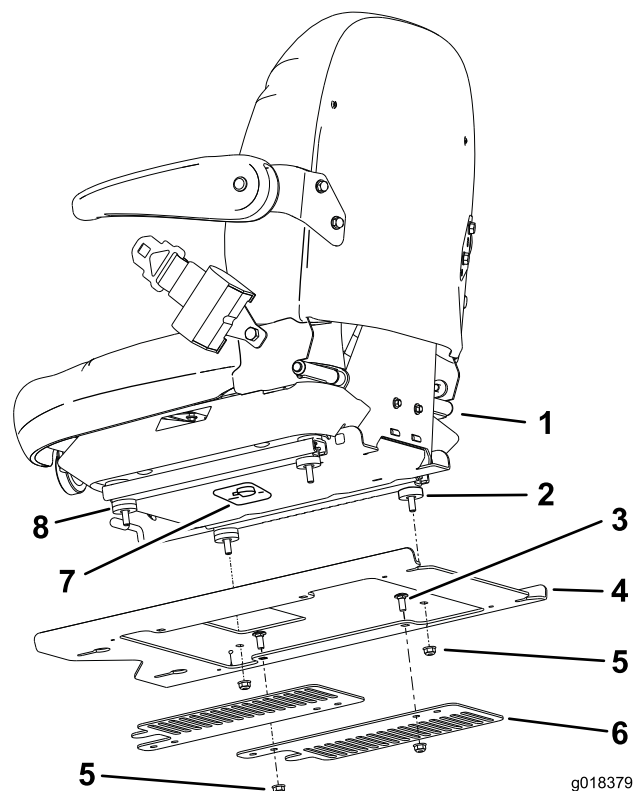

Figura 2
2. Fissate la piastra del sedile sul sedile stesso usando (4) dadi flangiati (5/16 poll.) (Figura 2).
7. Fate scorrere il sedile e la relativa piastra indietro per bloccare i dadi anteriori nel foro della chiave e quelli posteriori nelle scanalature (Figura 2).